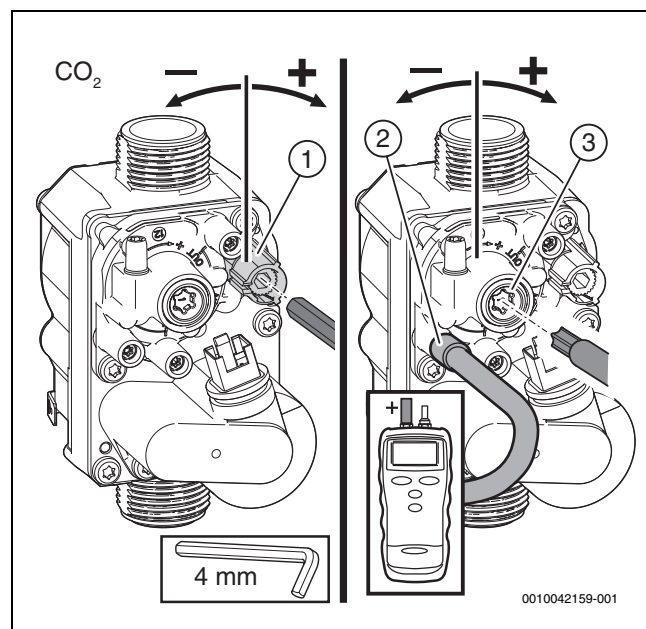

Fig. 46 Réglage du bloc gaz
- ▶ Retirer le scellé sur la vis de réglage du bloc gaz (bloc gaz en bas uniquement dans la fig. 46) et régler la teneur en CO₂ ou en O₂ pour une puissance thermique nominale minimale.